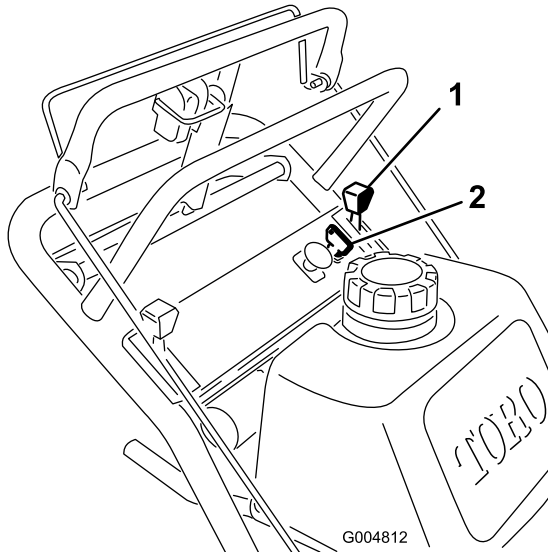

Figure 7
1. Placez la manette d'accélérateur en position de **bas régime** (Figure 7).
3. Tournez la clé de contact à la position **contact coupé** (Figure 7).